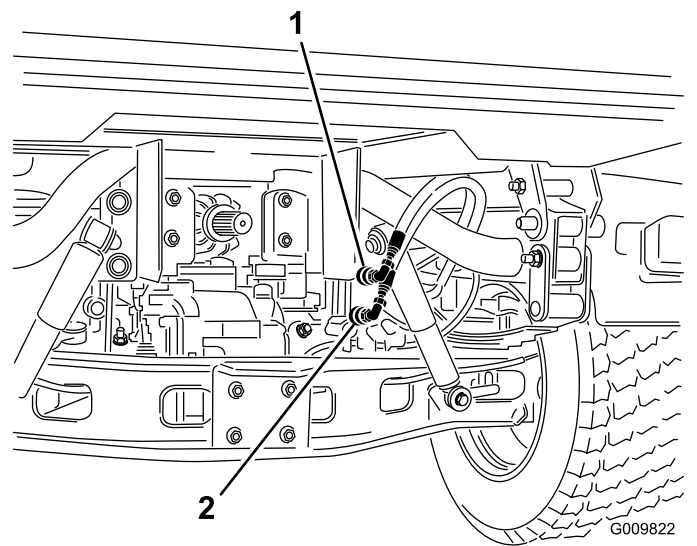

Рисунок 69
2. На обоих автомобилях отсоедините по два шланга быстроразъемных муфт от шлангов, прикрепленных к кронштейнам муфт (Рисунок 69).